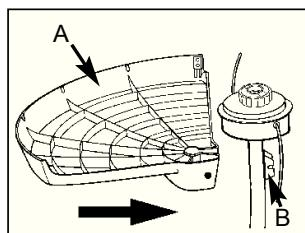

рис. 1A
1. Расположите корпус двигателя так, чтобы держатель триммерной головки был обращен вверх (рис. 1A).
2. Установите мусороотражающий щиток (A) на трубу так, чтобы отверстия совместились с прорезями на кронштейне (B) (рис. 1A).